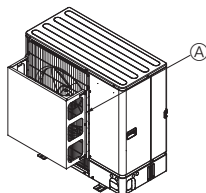

Fig. 2-4
- ② Монтирайте допълнително изпускателно направляващо устройство, ако тялото е монтирано на място, където силни ветрове от тайфуни и др. могат директно да влязат в изхода за въздух. (Fig. 2-4)